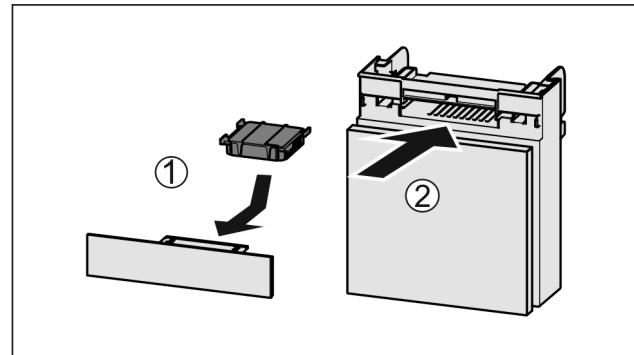

Fig. 120
- Установите фильтр с активированным углем, как показано на рисунке Fig. 120 (1).
- Вставьте отделение Fig. 120 (2).